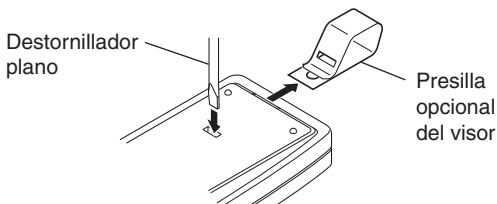

Figura 3 - Retiro de la presilla del visor (Vista posterior)
1. Para unir (si se desea) la presilla del visor del carro al control remoto empújela contra la ranura de la parte posterior del control hasta que se cierre a presión en su lugar (vea Figura 3).
2. Para retirar esta presilla, inserte un destornillador plano pequeño en la ranura de la parte posterior del control. Con el destornillador, empuje suavemente la porción de la presilla del visor que está dentro de la ranura mientras desde arriba hala la presilla hacia fuera del control (vea Figura 3).